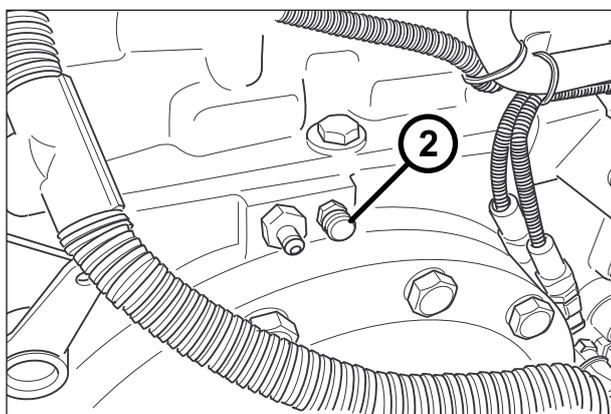

Abb.7-39 Entlüften des Bremskreislafs der Hinterräder
- 3 - Das linke Bremspedal ganz durchtreten. Gleichzeitig die Entlüftungsschrauben (2 - Abb.7-39) um eine halbe Umdrehung lockern und etwa entstandenes Luft-Ölgemisch ausfließen lassen. Entlüftungsschraube andrehen und das Pedal freigeben.